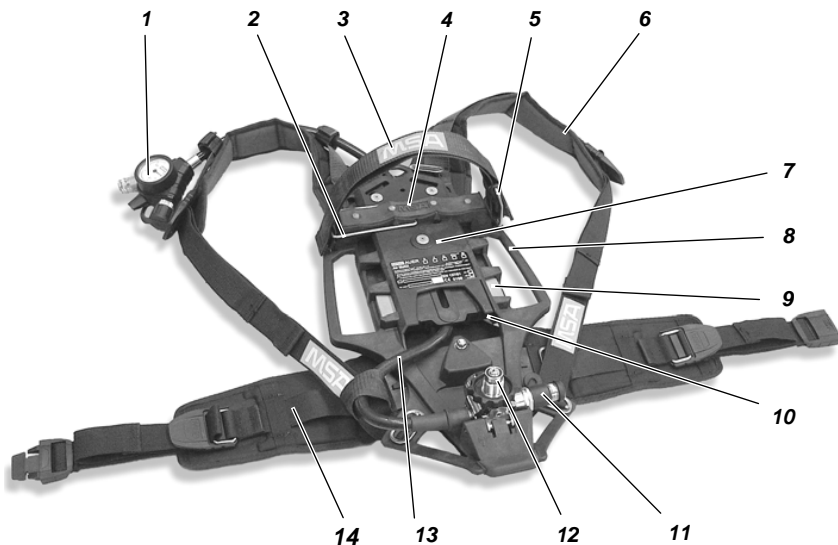

Bild 1 AirMaxx SL tryckluftsapparat
- (1) Placera tryckluftsapparaten horisontellt så att baksidan är överst (se Bild 1).
- (2) För delningsbeslaget (2) till ett horisontellt läge mitt emot spännklämman (5) tills det fastnar.
- (3) Kontrollera att packningen på reduceringsventilen (12) fungerar ordentligt.
- (1) Lägg ned tryckluftsapparaten i horisontellt läge så att baksidan är överst (se Bild 1).
- (2) Vrid delningsbeslaget (2) till vertikalt läge tills det fastnar.
- (3) Om det inte finns något T-stycke anslutet till reduceringsventilen (12) skall packningarna på reduceringsventilen och T-stycket kontrolleras, och T-stycket skruvas i löst.